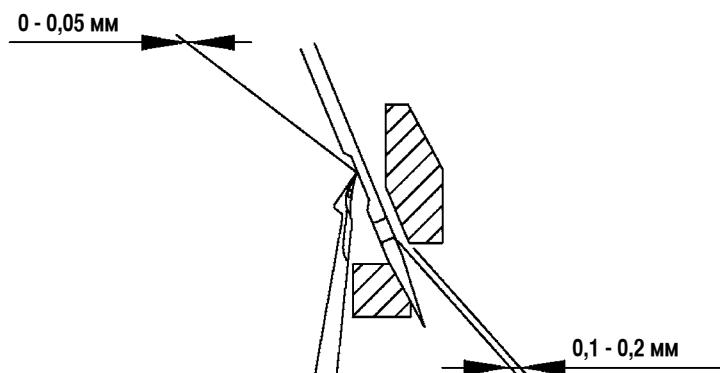

Рис. 44
5. Взаимосвязь между иглой и предохранителем иглы (Рис. 44)